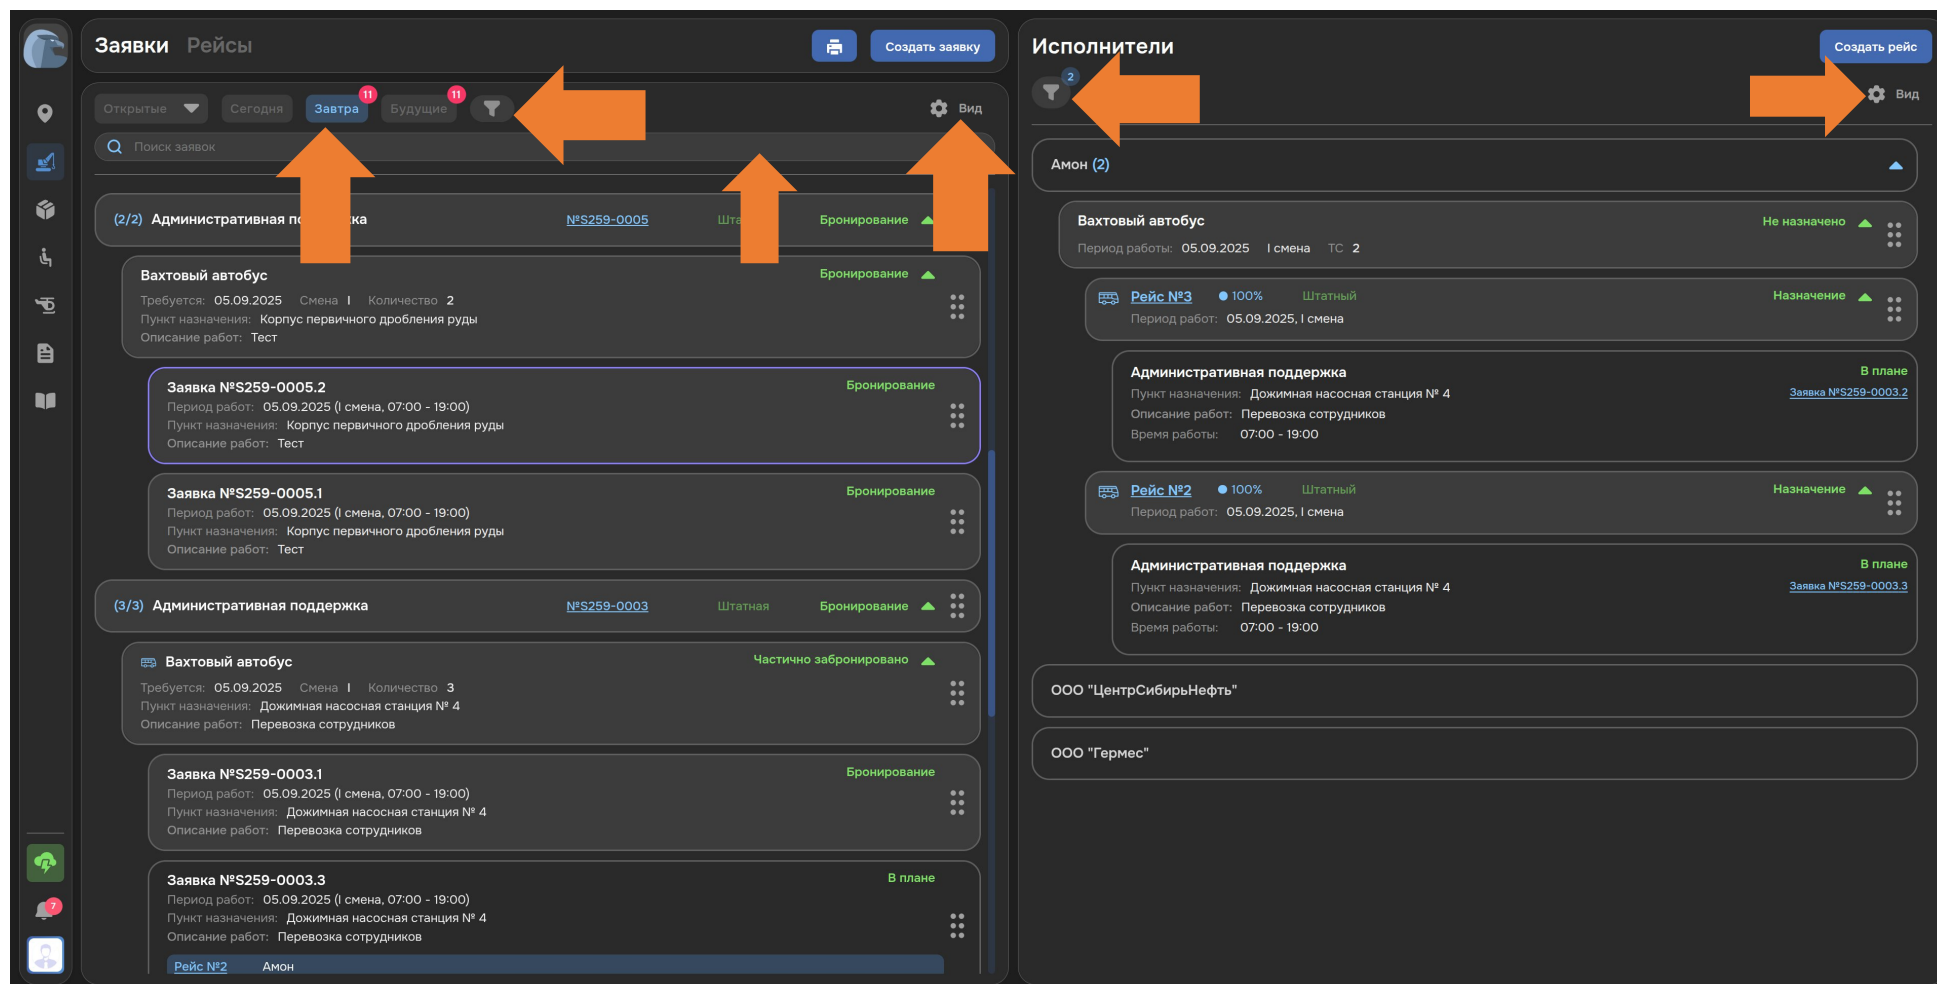

Рисунок 32. Раздел «Спецтехника»
1. Откройте раздел, соответствующий процессу («Спецтехника», «Грузовые» или «Пассажирские») (см. Рисунок 32).
- переключение отображения между свернуто и развернуто, а также отображения типов ТС, что делается нажатием на кнопку «Вид» и выбором нужного варианта (см. Рисунок 32).
Фильтрация и переключение отображения между свернуто и развернуто, а также выбор, нужно ли отображать типы ТС, доступны и для части «Исполнители». Кроме того, возможно распечатать список Задач нажатием на кнопку с изображением принтера (см. Рисунок 32).